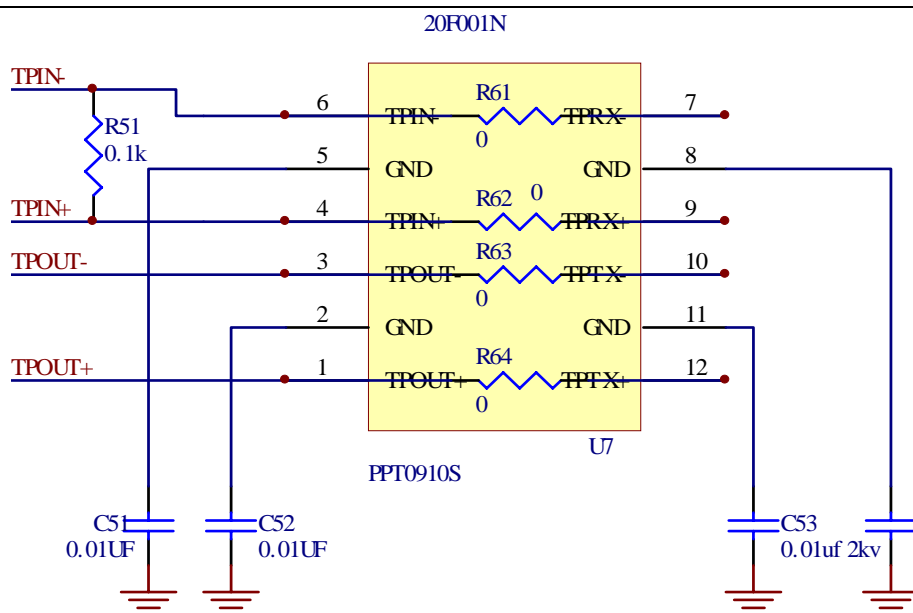

图 5 ZLSN2000 改造为 ZLSN2003 电路
- 1 如果之前电路板 RJ45 和网络变压器（一般是 PM34-1006M）分开使用的，将 PM34-1006M 的 6 与 7、4 与 9、3 与 10、1 与 12 用铜丝焊接导通，去掉 R51、C51、C52、C53、C54。如图 5 所示。